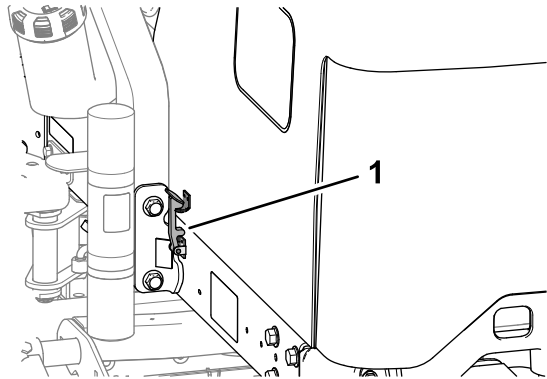

Рисунок 53
2. Поднимите капот вверх и откиньте назад (Рисунок 53).